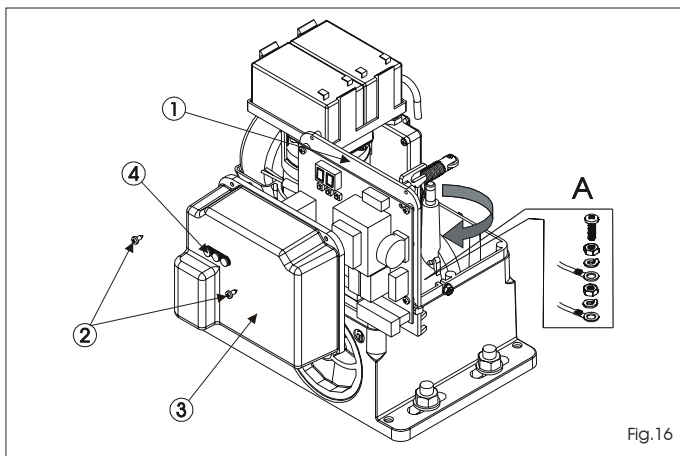

Fig. 16
Sluit de aardkabel aan zoals op Fig. 16 ref. A.
Bij motorvertragingen wordt de elektronische bedieningsapparatuur bevestigd aan een verstelbare steun (Fig. 16, ref. 1) met transparant deksel (Fig. 16, ref. 3). Op het deksel zitten de programmeerknoppen van de kaart (Fig. 16, ref. 4), zodat de kaart kan worden geprogrammeerd zonder dat het deksel hoeft te worden verwijderd.